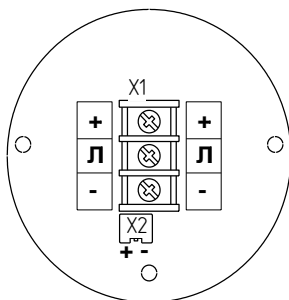

Рисунок 8 – Плата питания
3.5.3 Для соединения сигнализатора предназначены винтовые клеммные зажимы, маркированные «+» – плюс питания, «Л» – линия, «-» – минус/общий провод питания (рисунок 8).
ВНИМАНИЕ: В состоянии поставки кабель батарейного отсека отключен от платы питания сигнализатора. Для подключения соединить разъем X1 кабеля с разъемом X2 платы питания (рисунок 8).